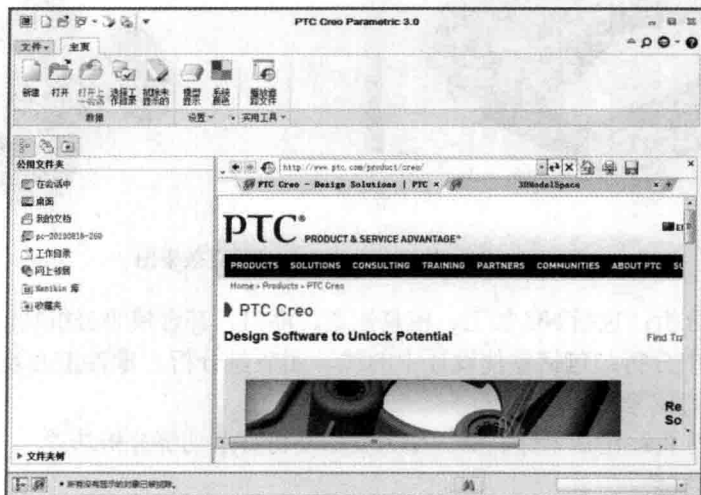

图 1-7 Creo 基本环境界面
- [1] 双击桌面中的 Creo Parametric 3.0 图标，或者在操作系统左下角选择【开始】|【所有程序】|【PTC Creo】|【Creo Parametric 3.0】命令，打开 Creo 基本环境界面，如图 1-7 所示。